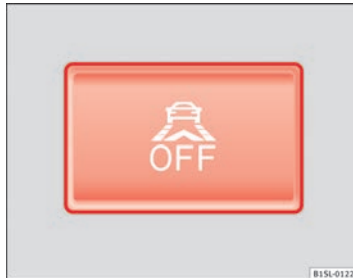

Abb. 98 Im unteren Teil der Mittelkonsole: Taste für den City-Safety-Assistent.
- Taste ⇒ Abb. 98 in der Mittelkonsole drücken.